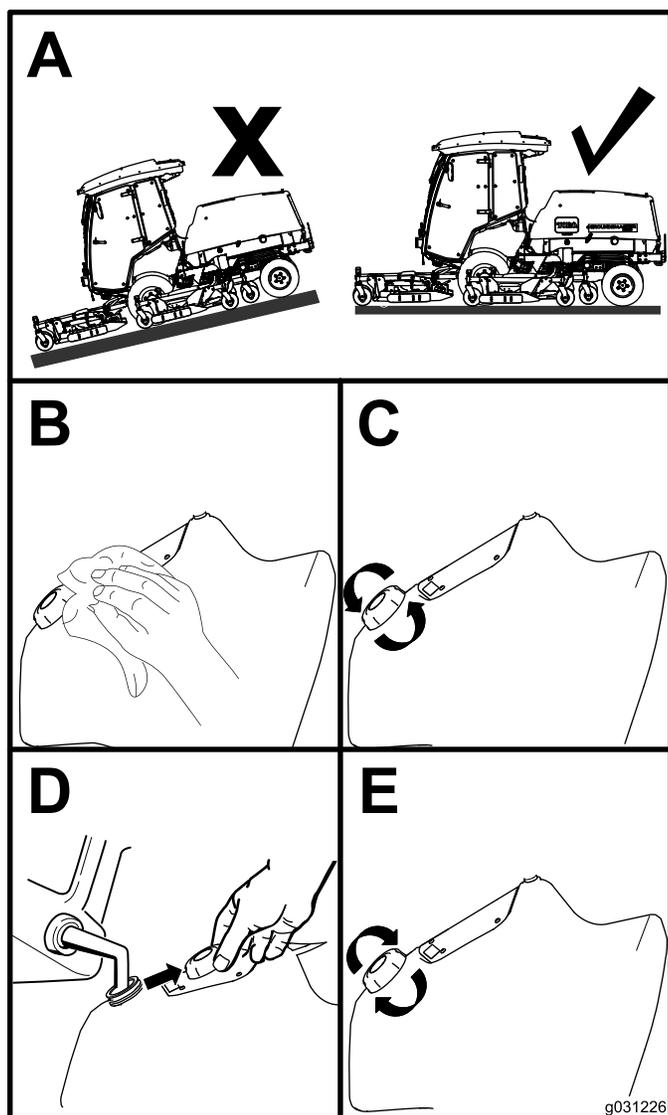

Рисунок 31
1. Поставьте машину на горизонтальной поверхности (Рисунок 31).